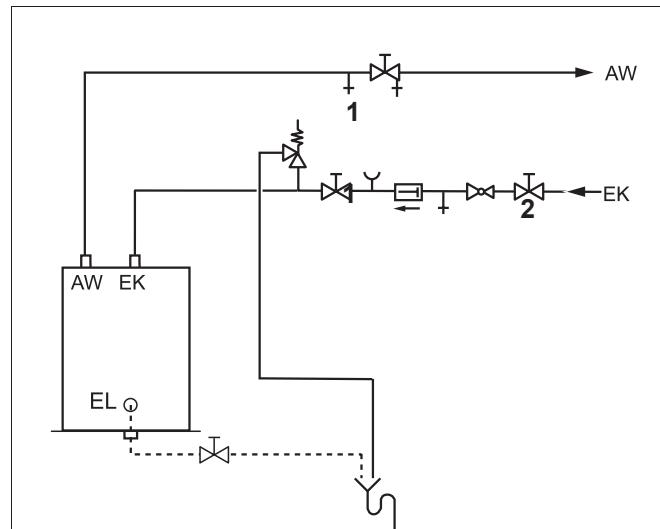

Рис. 13 Монтаж по DIN 1988 (принципиальная схема)
- ▶ Для удаления воздуха из бака откройте вентиль продувки и выпуска воздуха (рис. 13, [1]) или наиболее высоко расположенный водоразборный кран.
- ▶ Для заполнения бака откройте запорный вентиль на входе холодной воды ЕК (рис. 13, [2]).
- ▶ Перед нагревом проверьте заполнение водой отопительного котла, бака-водонагревателя и трубопроводов. Для этого откройте вентиль для продувки и выпуска воздуха (рис. 13, [1]).
- ▶ Держите постоянно открытym дренажный трубопровод предохранительного клапана (рис. 13, стр. 15).
- дренажная линия предохранительного клапана (рис. 13, стр. 15) должна быть постоянно открыта